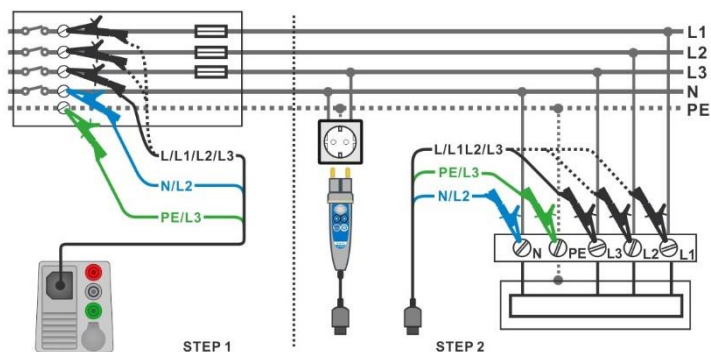

Abbildung 7.129: AUTO TT Messung
- › Schließen Sie den 3-Leiter Prüfadapter oder den Commander Prüfstecker am Prüfling an, siehe **Abbildung 7.129**.